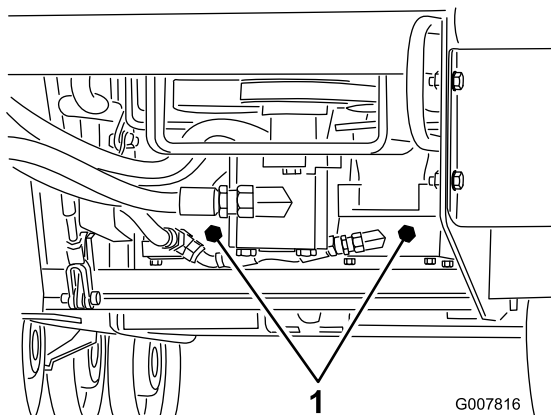

Bild 21
3. Drehen Sie die Schleppventile auf der Hydraulikölpumpe mit einem Schraubenschlüssel zweimal nach links (Bild 21).